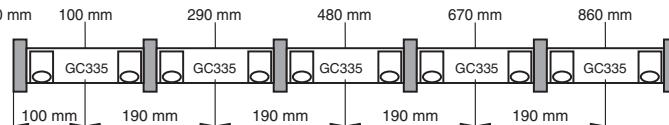

Figure 3.1
2. Percez les trous de fixation à mi-distance des supports de module (surface grisée sur la fig. 3.1). Veillez à ne pas laisser de copeaux dans le profilé en aluminium.